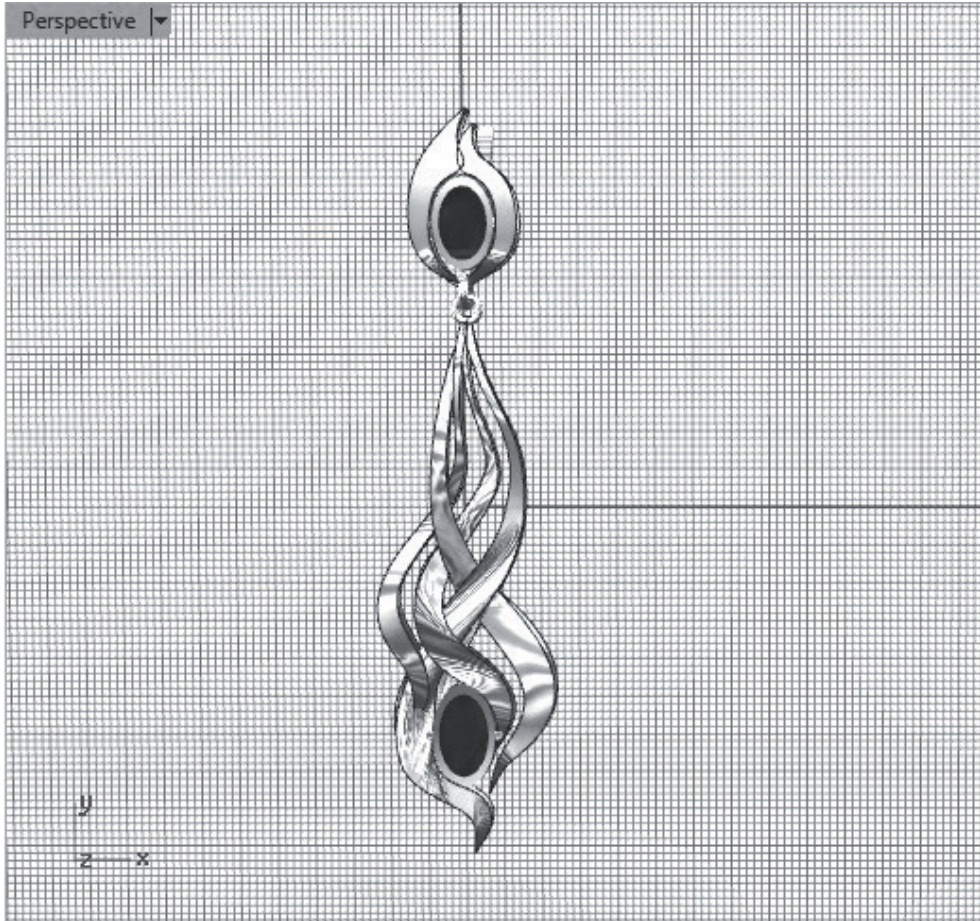

Рис. 90. Создание связующих колец и застежки
8. Для связи верхнего и нижнего элементов серег создаем окружность, инструментом *Pipe* трансформируем его в кольцо, копируем. Копию поворачиваем на 90° и располагаем так, как показано ниже (рис. 90). Застежку-швензу используем из библиотеки фурнитуры Rhinogold. Присваиваем материалы: для металлических деталей — платина, для камней — сапфиры.